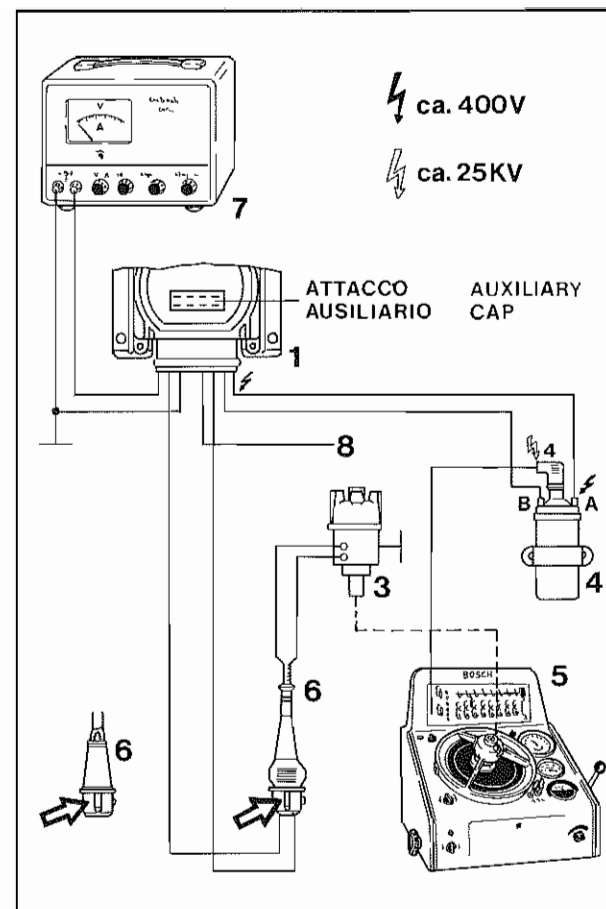

Fig. 9 - Schema di collegamento elettrico
- Montare le parti elencate su una tavola di legno o di Resiflex e collegarle secondo lo schema elettrico di **Fig. 9**.
- Fit the listed parts on a wooden or Resiflex board and connect them according to the wiring diagram **Fig. 9**.